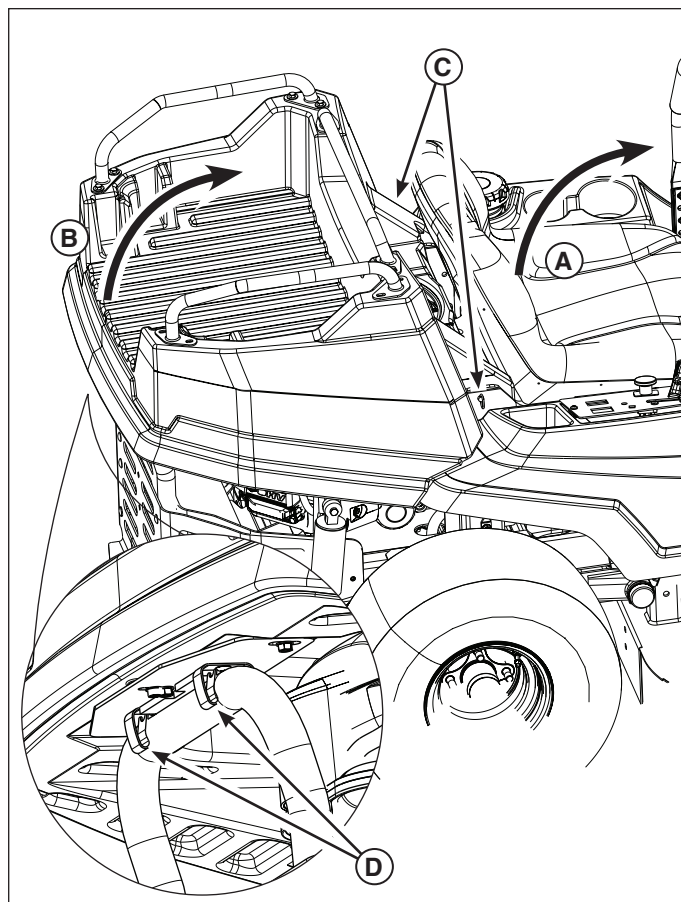

Figura 13
El lecho de carga se puede levantar para acceder al compartimiento del motor sin retirarlo. Primero, levante el asiento (A, Figura 13). Luego, tire firmemente de la parte posterior del lecho (B). Cuando baje el lecho, presione firmemente hacia abajo para fijar la parte posterior del lecho en su lugar con los sujetadores de bloqueo (D).
Para retirar el lecho de carga, retire los pasadores (C, Figura 13) que fijan la parte delantera del lecho al armazón del tractor. Tire firmemente hacia arriba de la parte posterior del lecho para soltar los sujetadores de bloqueo (D), luego levante y retire el lecho de carga del tractor.
Para insertar el lecho de carga, coloque el lecho sobre el compartimiento del motor, y alinee los orificios de la parte delantera del lecho con los orificios en los soportes del armazón. Instale los pasadores (C, Figura 13) en los orificios. Luego, baje la parte posterior del lecho y presione firmemente hacia abajo para fijar con los sujetadores de bloqueo (D).